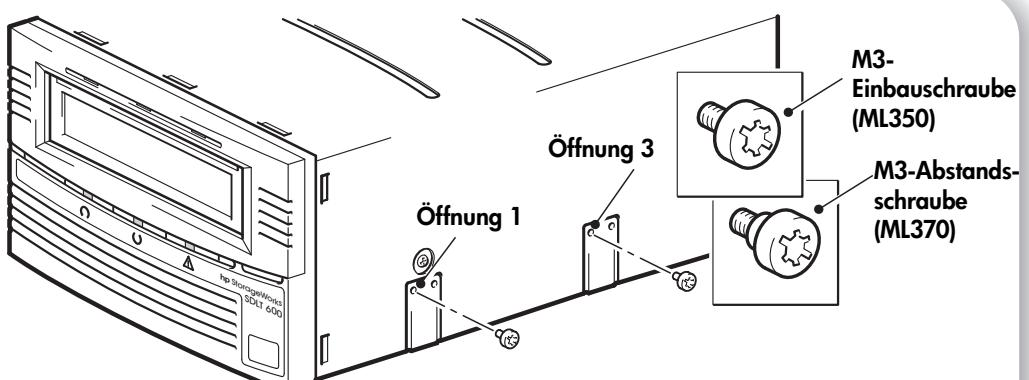

Abbildung 5c: Anbringen der Einbauschrauben in einem typischen
- 1 Befestigen Sie die entsprechenden Schrauben mit einem Torx-Schraubendreher. Gegebenenfalls müssen Sie die M3-Schrauben getrennt erwerben. Befestigen Sie die Schrauben in den Öffnungen (1 und 3) auf der rechten Seite des Bandlaufwerks (siehe Abbildung 5c).